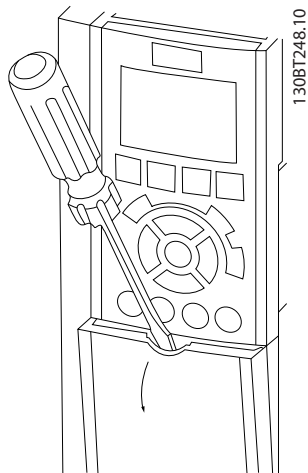
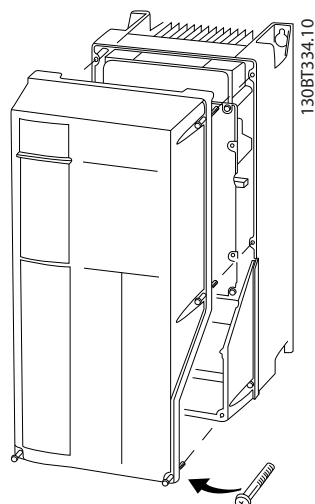

图 4.3 检修 IP20 和 IP21 机箱的接线
图 4.4 检修 IP55 和 IP66 机箱的接线
- 使用螺丝刀 (请参阅 图 4.3) 或拧松固定螺钉 (请参阅 图 4.4) 拆下盖板。